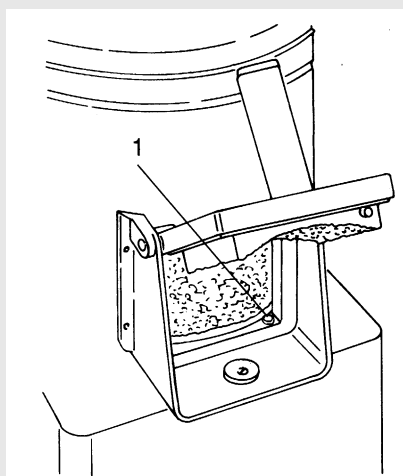

Fig.6
- posto sulla bocca di uscita delle patate 1 Fig. 6.